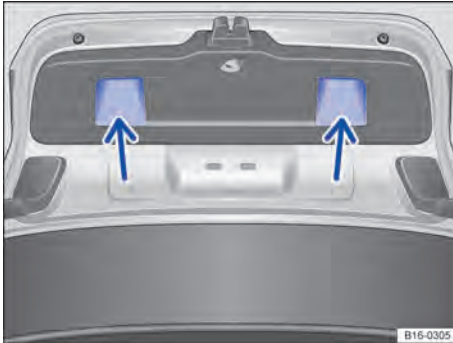

Fig. 51 Tampa do compartimento de bagagem aberta: rebainhos para puxar.
- Segurar um dos rebainhos do revestimento interno da tampa do compartimento de bagagem ⇒ Fig. 51 (setas).